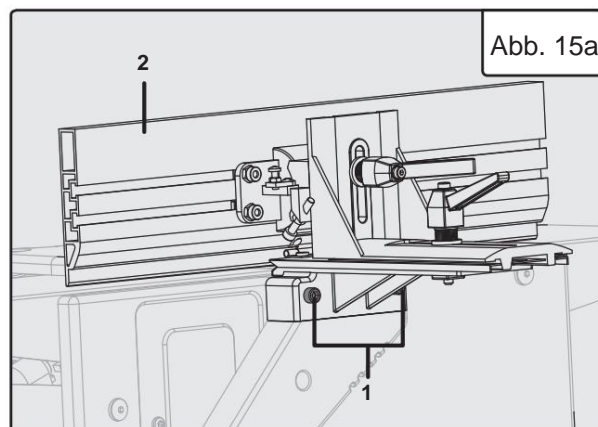

Abb. 15a
ANTRIEBSRIEMEN AUSTAUSCH (Abb. 15a-15d)
1. Lösen Sie die beiden Innensechskantschrauben (Abb. 15a - 1) mit dem 5-mm-
Zaunhalterungsbaugruppe (Abb. 15a - 2).